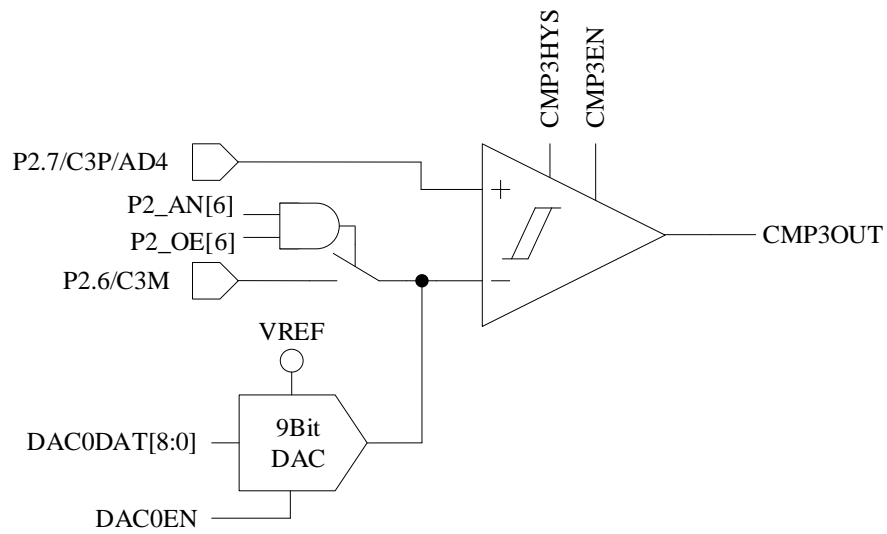

图 29-2 单比较器输入模式
- 配置 CMP_CR1[CMP3MOD] = 00，CMP3 为单比较器输入模式，具体输入输出端口及接法如图 29-2 所示